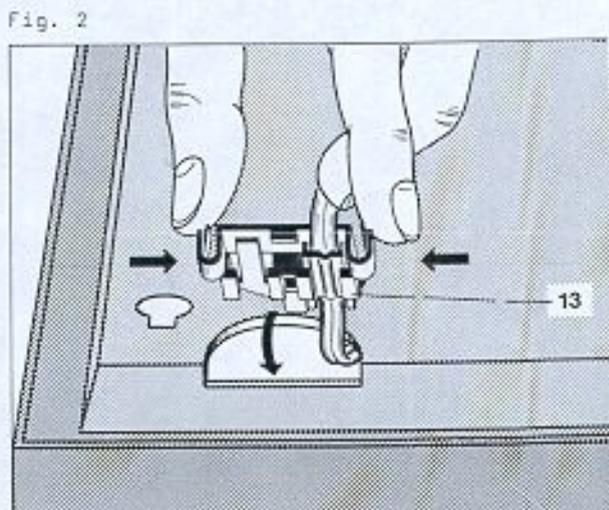

Fig. 2
Netzstecker ziehen. Befestigungsplatte (13) aus dem Konsolenboden nehmen. Zugentlastung des Netzkabels durch Entfernen des Befestigungskabels lösen (Fig. 2). Nach dem Abnehmen der Abdeckung (11) die vier Zylinderschrauben (12) entfernen. Gerät aus der Konsole nehmen. Beim Einbau ist in umgekehrter Reihenfolge zu verfahren.